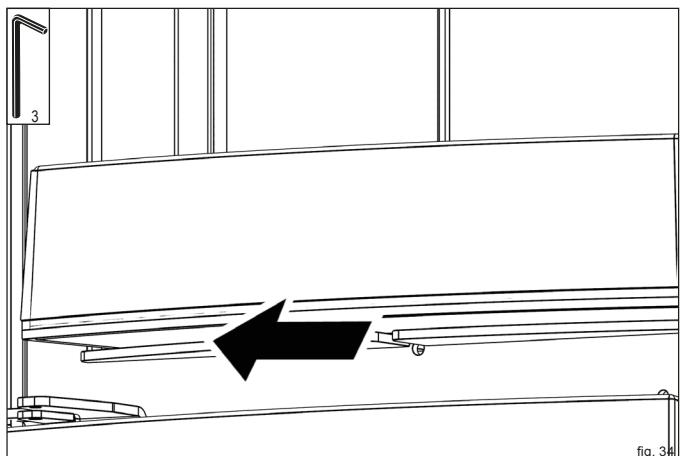

fig. 34
- ▶ Rimuovere la brugola di fissaggio (fig. 34).